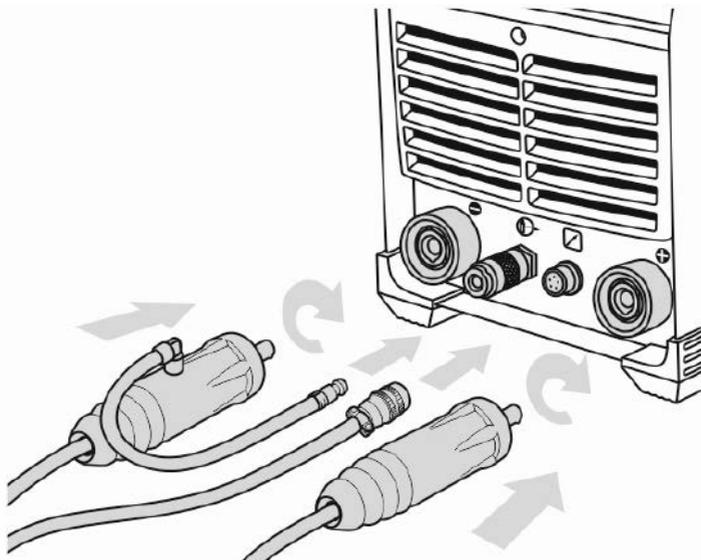

Рис. 8.0.4. Подключение.
**2.** Подключайте сварочные принадлежности для TIG сварки в следующем порядке (см. рис. 8.0.4).